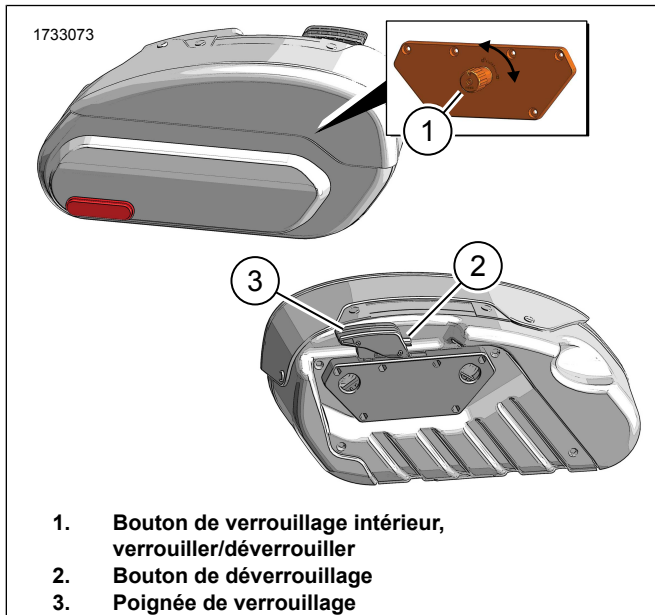

Figure 7. Verrouiller/Déverrouiller/verrou
- a. Voir la Figure 7. Ouvrez la sacoche, appuyez le bouton de verrouillage intérieur (1) et le tournez à 90° pour déverrouiller.
- b. Voir la Figure 7. Appuyez sur le bouton de déverrouillage (2) et soulevez la poignée de verrouillage (3).
1. Voir la Figure 7. Appuyez sur le bouton de déverrouillage (2) et soulevez la poignée de verrouillage (3).
4. Appuyez sur la poignée de verrouillage (3) pour fixer la sacoche au véhicule.
1. Voir la Figure 7. Appuyez sur le bouton de la poignée (2) et soulevez la poignée de verrouillage (3).
1. Voir la Figure 7. Verrouiller la sacoche au véhicule:
- a. Ouvrez la sacoche, appuyez sur le bouton de verrouillage intérieur (1) et tournez-le à 90° pour verrouiller.
2. Voir la Figure 7. Déverrouiller la sacoche au véhicule:
- a. Ouvrez la sacoche, appuyez sur le bouton de verrouillage intérieur (1) et tournez-le à 90° pour déverrouiller.